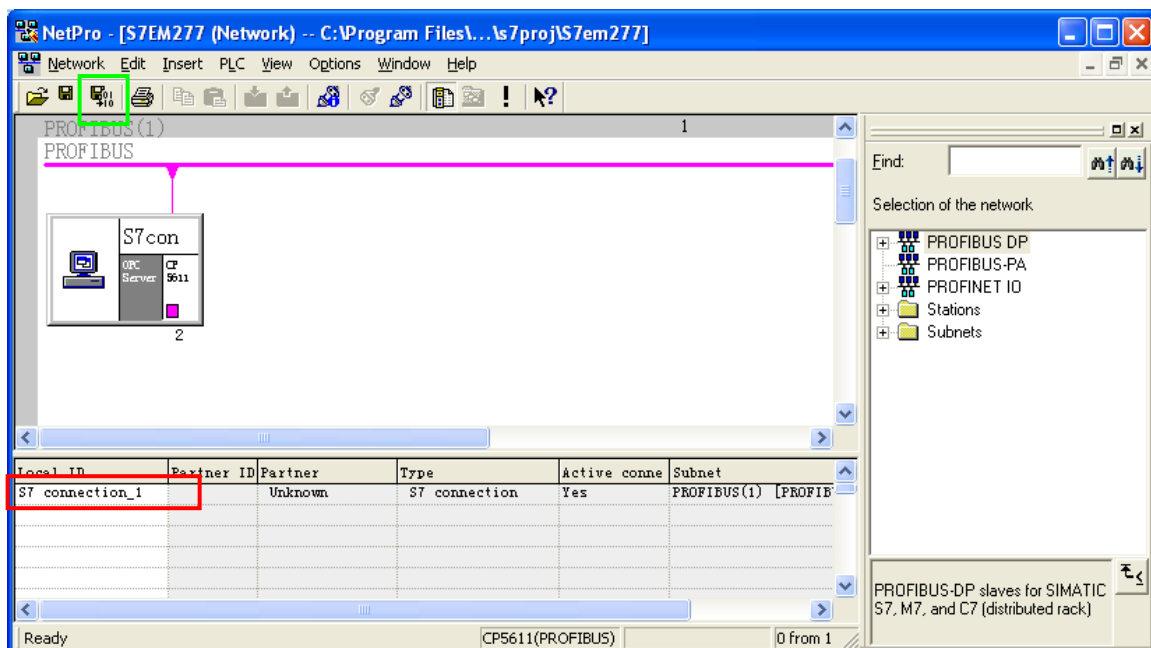

图 9
6. 点击“OK”退出至 NetPro 窗口，生成连接 S7 connection\_1，点击“Save and Compile”编译并保存，如图 9